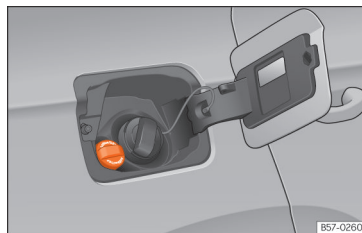

Abb. 206 Verschlussdeckel des AdBlue-Tanks
- Öffnen Sie die Tankklappe »» **Abb. 206**.
- Verschlussdeckel SCR-Einfüllstutzen nach links drehen »» **Abb. 206**.